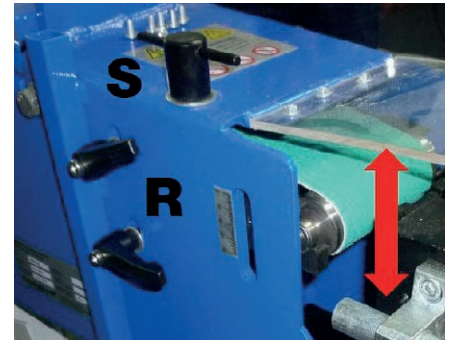

Fig. 14 : Réglage en hauteur du rouleau de contact
2. Desserrez les deux leviers de serrage R (Fig. 14).
3. Réglez la hauteur du rouleau avec la vis de réglage S (Fig. 14). Lors de l'abaissement du rouleau de contact, poussez-le éventuellement à la main. La position du rouleau de contact se lit sur l'échelle (-20 mm - 0 mm - +20 mm).